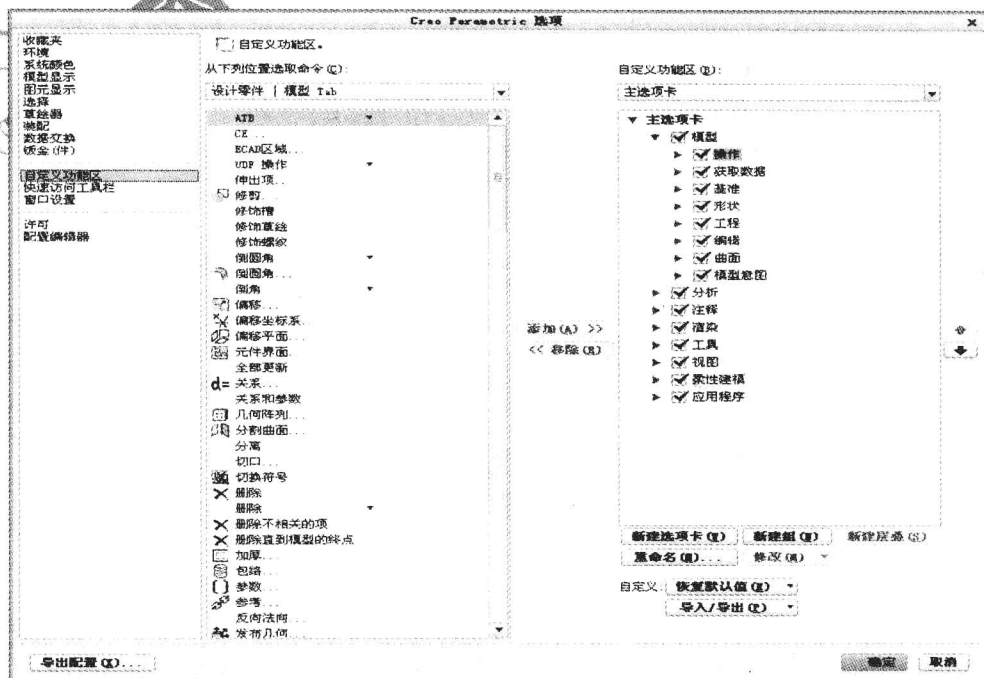

图 1-9 “自定义功能区”选项卡
❷ 界面定制。在对话框中选择“自定义功能区”选项卡。默认情况下，所有命令（包括适用于活动进程的命令）都将显示在对话框中，如图 1-9 所示。